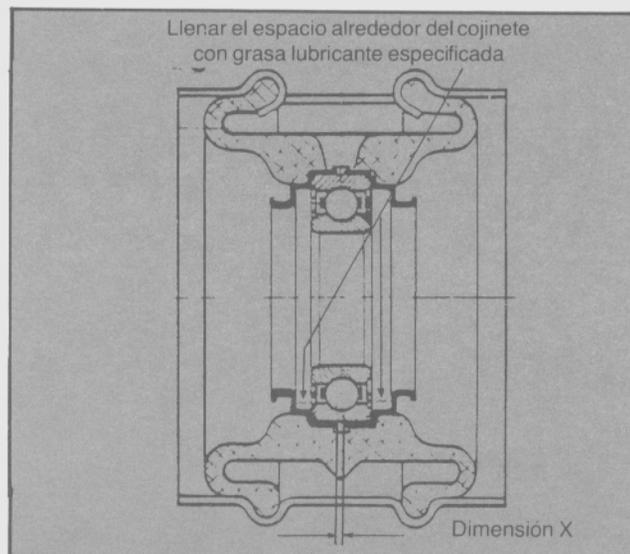

Fig. 17 - Medición de la dimensión "X".
- Colocar manualmente hasta que hagan tope los guardapolvos sobre el cojinete, efectuando previamente el engrase indicado. La dimensión "X" existente entre ambos guardapolvos deberá ser la indicada en la Sección Especificaciones (Fig. 17).